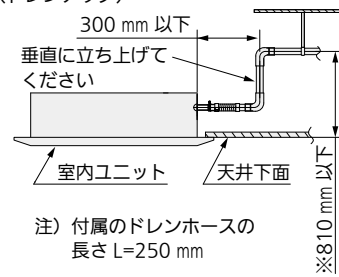

図13
- ドレン配管高さは天井下面より810 mmを限度として上げることができます。特性上ドレンアップ高が高いほど排水音が低くなります。このためドレンアップ配管高さは300 mm以上を推奨します。(※絶対に810 mmより高くしないでください) (図13)